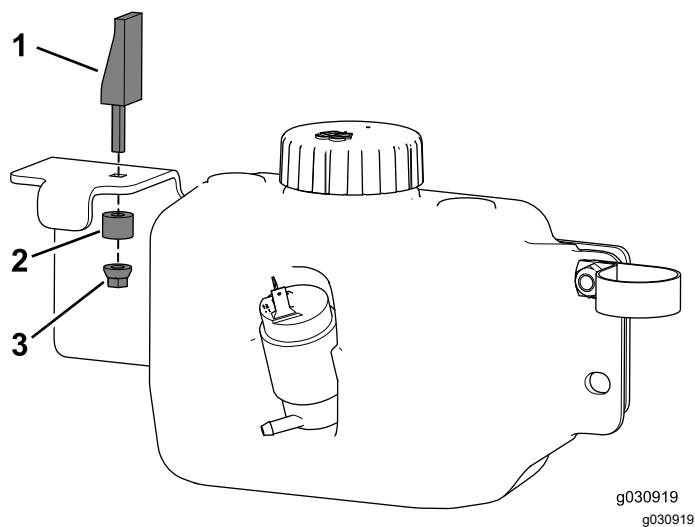

Figura 45
- Montate il gruppo di fissaggio a espansione sul supporto del serbatoio (Figura 45).